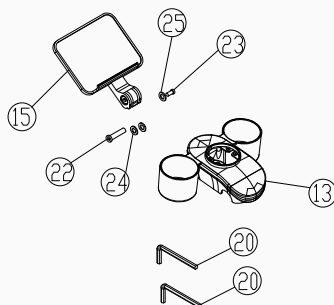

Abbildung 3
3. Richten Sie die obere und untere Abdeckplatte (Teil 13) an der Nut der Telefonhalterung (Teil 15) aus und befestigen Sie sie dann mit M8×35 Feststellschrauben (Teil 23), M6×12 Feststellschrauben (Teil 24) und zwei Unterlegscheiben (Φ16×Φ8,5×1, Teil 25). Ziehen Sie alle Befestigungselemente mit einem 5-mm-Inbusschlüssel (Teil 21) fest, wie in Abbildung 3 gezeigt.